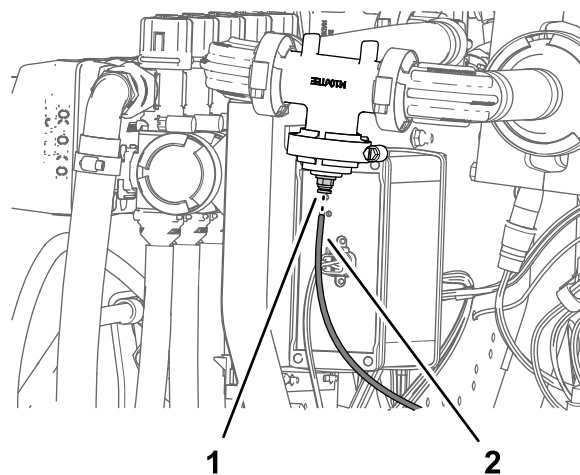

Figura 134
1. Allineate l'estremità del tubo di rilevamento della pressione (in plastica) per il manometro del cruscotto al collare di sicurezza per l'accoppiatore del tubo (Figura 134).